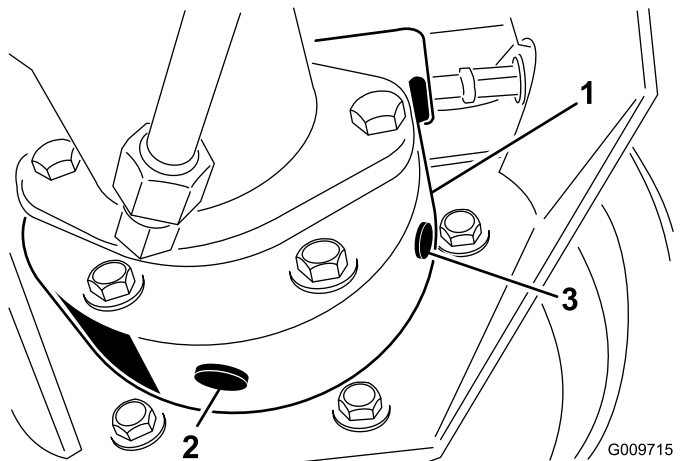

図 54
3. ブレーキハウジングの下にオイルを受ける容器を置き、プラグを外してオイルを抜く 図 54。